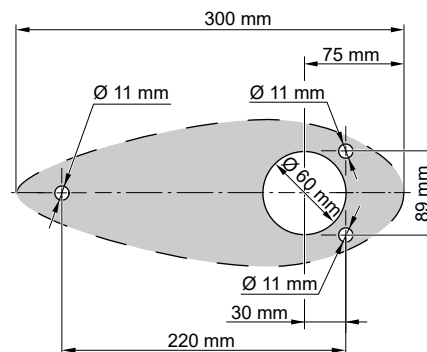

Fig. 41: Dimensiones
1. Perfore cuatro orificios para el montaje del Pod en el casco del barco, **véase "Fig. 41: Dimensiones"**. En caso necesario, emplee el bloque compensador adaptado como gálibo perforado.
2. Introduzca el bloque compensador (4) en la breda de montaje (5).